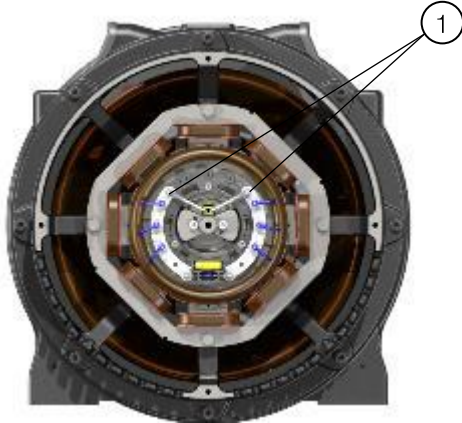

Abbildung 12.5: Anschluss der Stromversorgungskabel des Hauptrotors
1. Ziehen Sie die mit dem Diodenrad verbundenen Hauptrotor-Stromversorgungskabel gemäß Abbildung 12.5.
Legende der Abbildung 12.5: